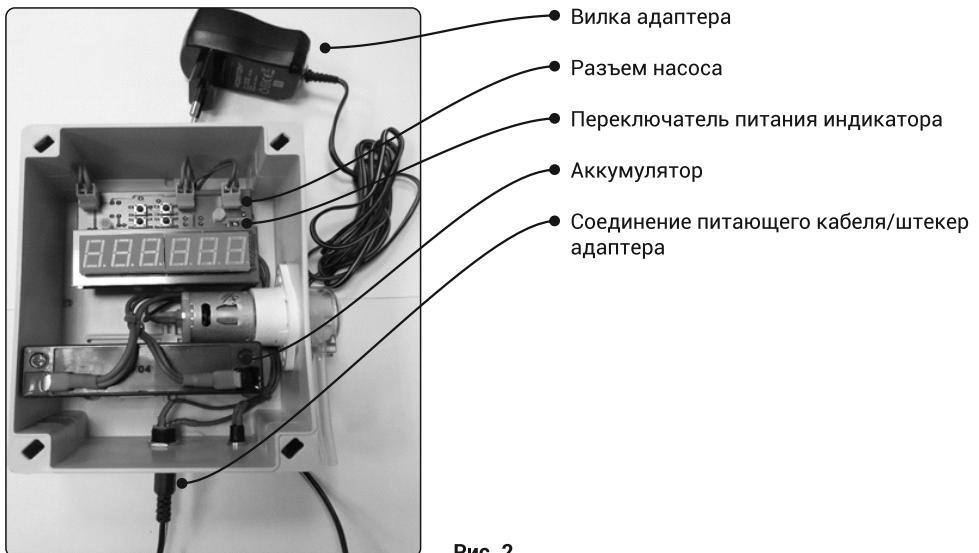

Рис. 2
- 3.2.4. Подсоедините питающий кабель адаптера к разъему, как указано на рис. 2. насоса-дозатора с питанием от сети 220 вольт, (поставляется с отключённым насосом-дозатором, от платы управления). Для дальнейшей работы необходимо подключить разъем насоса к плате управления (см. рис 5,6). Разъем насоса имеет выступ в нижней части и этот выступ должен быть направлен в сторону дисплея (см. рис 5). На плате стоит ответная часть для разъема насоса (см. рис 5) с правой стороны платы. Аккуратно подключите разъем. Проверьте настройки системы (см. п.п.3.3.)
1. Отключить вилку адаптера от сети 220 вольт/от розетки (рис. 2).
2. Отсоединить штекер адаптера (рис. 2 и 4) от насоса-дозатора.